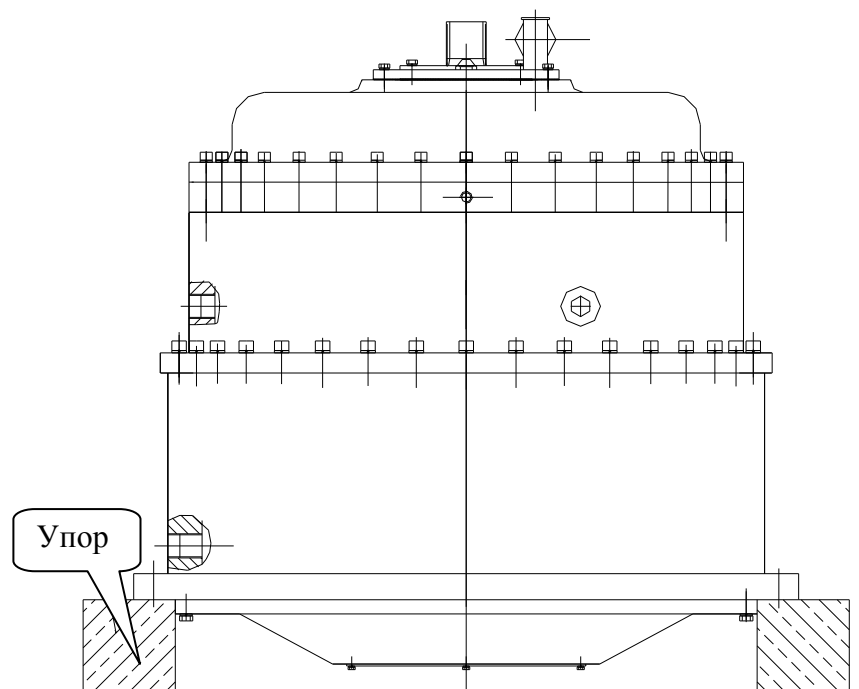

Рисунок 12-6. Колодки для укладки редуктора хода
15. Снимите с гусеничной шестерни редуктор и установите на колодки (см. рисунок 12-6).